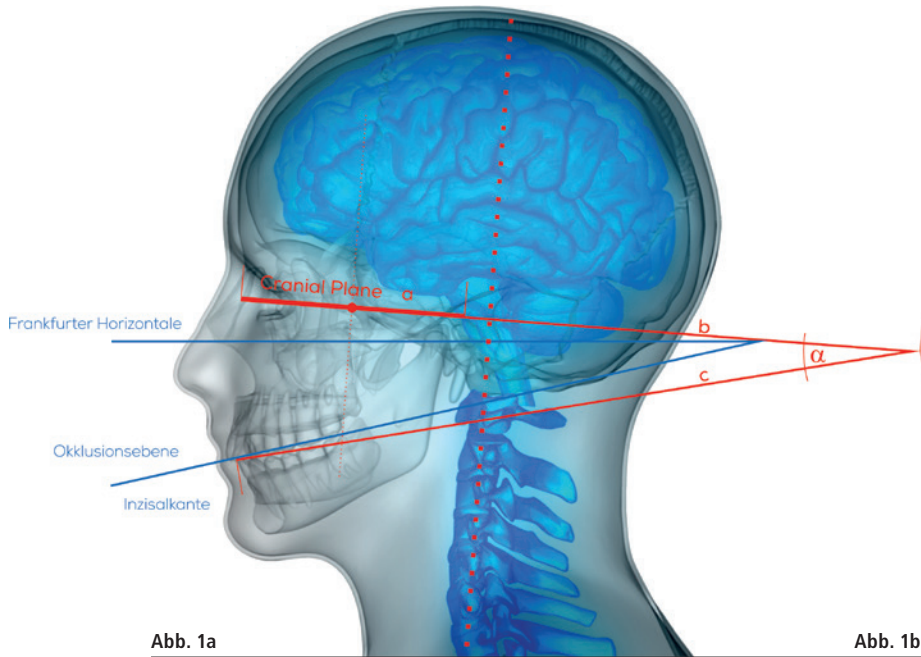
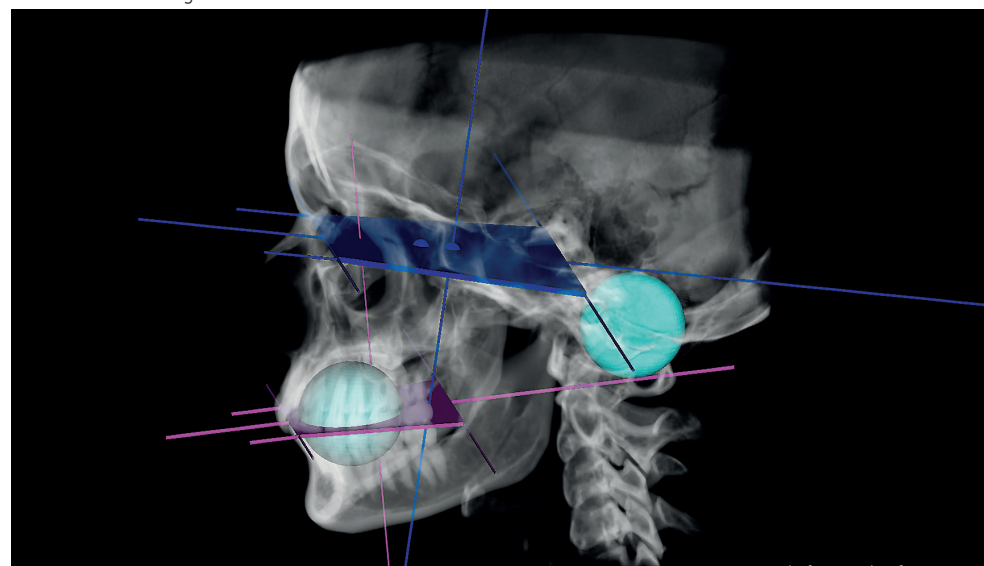
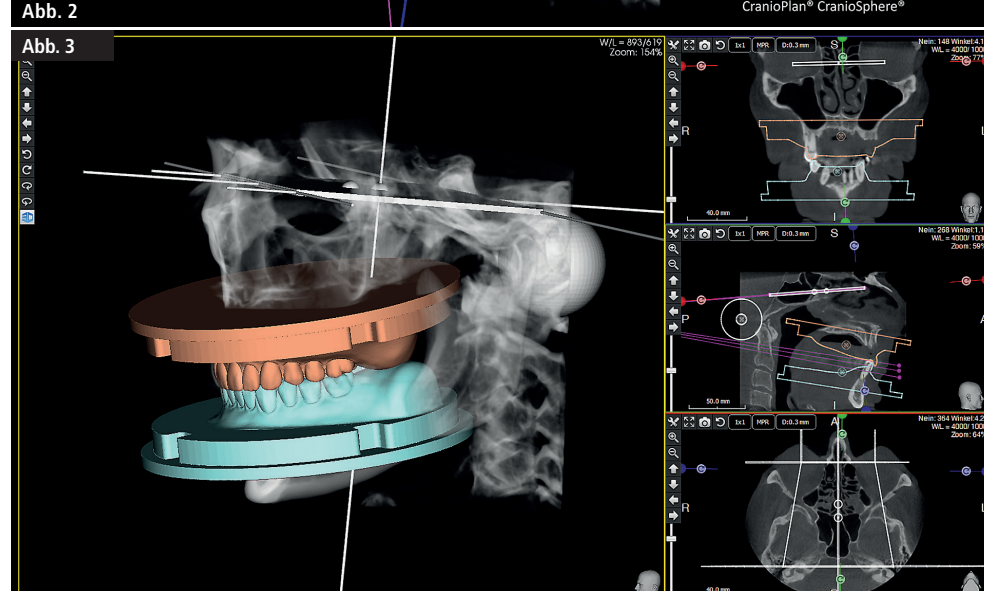

Abb. 1a
Abb. 2
Abb. 3
miteinander verbunden (Abb. 1a und b). Aus diesen definierten anatomischen Referenzpunkten im Schädel des Menschen lässt sich eine Bezugsebene – die Cranial Plane (CP; Abb. 2) – ableiten. Diese Ebene kann zur Kalibrierung und Referenzierung aller medizinischen Therapieverfahren, sowohl zahnmedizinisch als auch humanmedizinisch, herangezogen werden und erlaubt es dem Mediziner, Wissenschaftler und Techniker von definierten Referenzpunkten und Referenzebenen aus genaue und reproduzierbare Messungen durchzuführen. Das ist der entscheidende Punkt. Auf der Basis der CP haben wir ein neuartiges 3D-Kephalometrieverfahren entwickelt, welches die Planung der patientenindividuellen Okklusionsebene und der Zahnpositionen beim teilbezahnten und zahnlosen Patienten anhand anatomischer Bezugspunkte auf Basis fusionierter digitaler Daten erlaubt.
Abb. 1a und b: Die Sinnesorgane dienen mit ihren Eintrittspunkten in das Humansystem als anatomische Referenzpunkte.
Auf der Basis der Analyse des 3D-kephalometrischen CranioPlan®-Verfahrens (Abb. 2) erfolgt die Festlegung der Referenzpunkte im Bereich der Augen und des Innenohrs und daraus resultierend die Festlegung der CP. Die Festlegung der Okklusionsebene erfolgt einem durch die Analyse bestimmten Winkel eindeutig zur CP. Unter Berücksichtigung dieser Vorgaben erfolgt nun die Positionierung der virtuellen Prothesenblanks BDLoad® in der DVT-Aufnahme (Abb. 3). BDLoad® ist ein Fräsrohling, in dem die Zahnreihen in funktioneller, ästhetischer Aufstellung bereits inte-
Abb. 2: Ableitung der Cranial Plane (CP) als Bezugsebene aus den anatomischen Referenzpunkten. – Abb. 3: Positionierung der virtuellen Prothesenblanks nach dem Verfahren CranioPlan®.